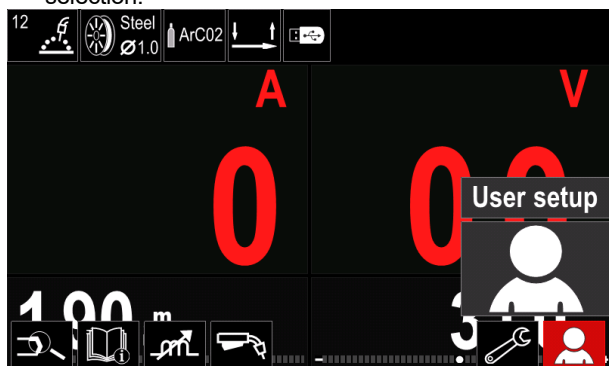

Figure 16
- Accès aux « Réglages utilisateur » (voir la Figure 16.)